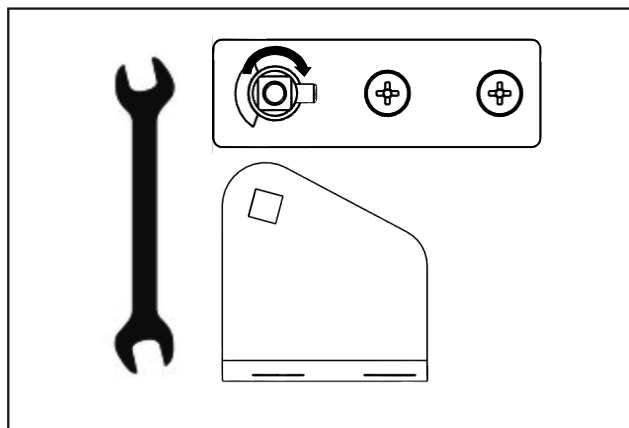

Fig. 22
- ▶ Четырехгранник пальца опоры шарнира необходимо отрегулировать при помощи гаечного ключа, чтобы ввести его в четырехгранное отверстие скобы. (см. Fig. 22)